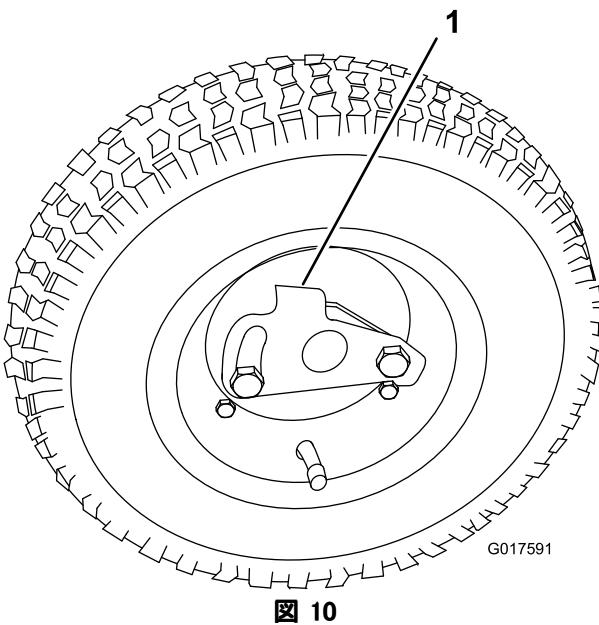

図 10
- 車輪についているロッククリップを内側に押して、クリップを車軸に掛ける（図 10）。